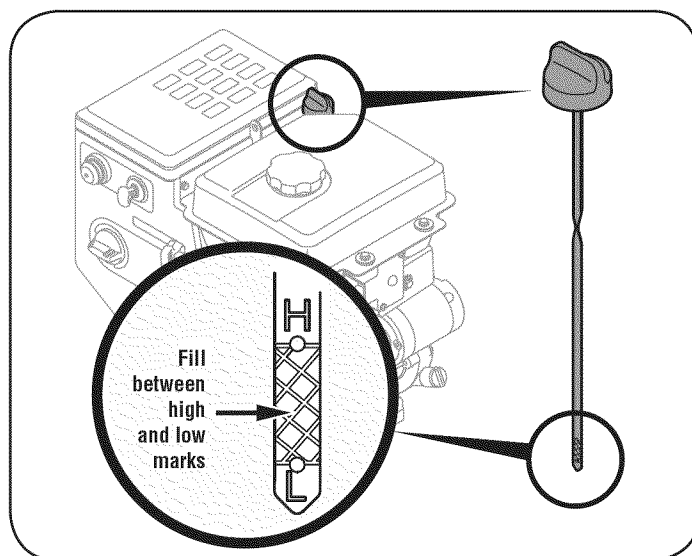

Figura 17
3. Retire el tapón de llenado de aceite. Si el nivel está bajo, agregue aceite lentamente hasta registros de nivel del aceite entre alto (H) y bajo (L). Vea la Figura 17.